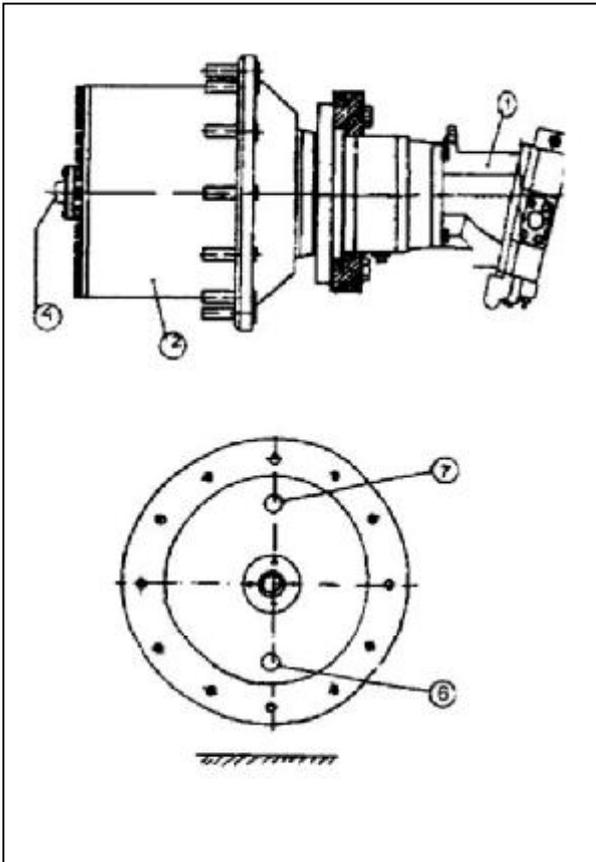

Fig. 82 Getriebe
1. Jeweiliges Rad in eine Position bringen, in der die Schrauben (6) und (7) waagrecht stehen (Fig. 82).
1. Abdeckungen (4) (Fig. 82) durch Lösen der Befestigungsschrauben demontieren.